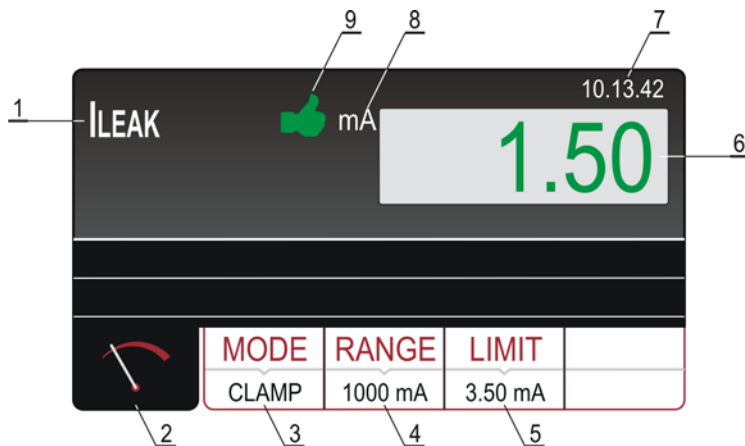

Figura 43: Ecrã dos resultados dos testes ILEAK in modalidade PINÇA
- 7) Iniciar a medição premindo o botão **START/STOP**. A medição será iniciada e será terminada após uma nova pressão do botão **START/STOP**. O resultado do teste será apresentado a verde se inferior ou igual ao valor limite ou a vermelho se superior ao valor limite configurado. O resultado final será acompanhado do símbolo  verde e de um sinal acústico curto (resultado OK) ou do símbolo  vermelho e de um sinal acústico prolongado (resultado não OK). A figura 43 mostra um exemplo de ecrã com os resultados das medições.